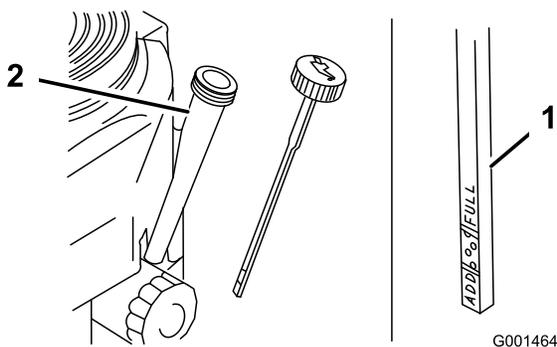

Рисунок 35
4. Очистите поверхность вокруг масломерного щупа (Рисунок 35), чтобы загрязнения не могли попасть в заливное отверстие и привести к повреждению двигателя.
5. Выверните масломерный щуп и начисто протрите его конец (Рисунок 35).
6. До упора вставьте масломерный щуп в заливную горловину, но не заворачивайте в нее (Рисунок 35).
8. Медленно залейте примерно 80% указанного количества масла в заливную горловину (Рисунок 35).